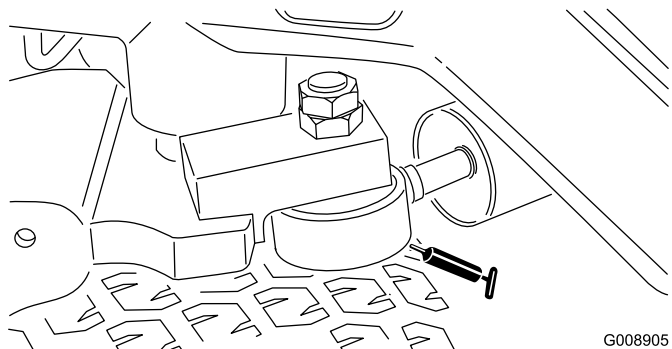

図 41
**注** ステアリングシリンダ反対側の端にグリス注入箇所を作ることができます。その場合、タイヤを外し、ニップルを付け、グリスを注入し、ニップルを外し、プラグを取り付けます (図 41)。